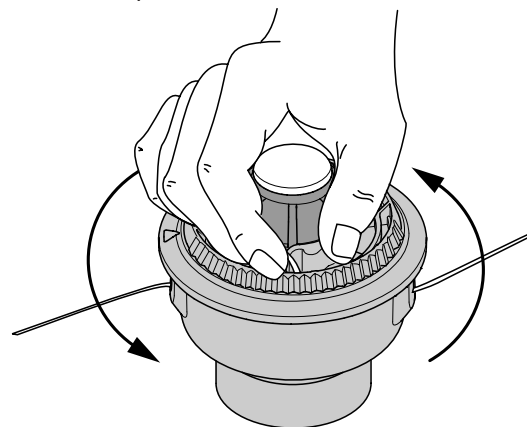

Fig. 22
8. Tenez la bobine extérieure. Rembobinez le moulinet intérieur vers la gauche jusqu'à ce qu'il ne reste plus qu'environ 102 mm (4 po) de fil (Fig. 22).